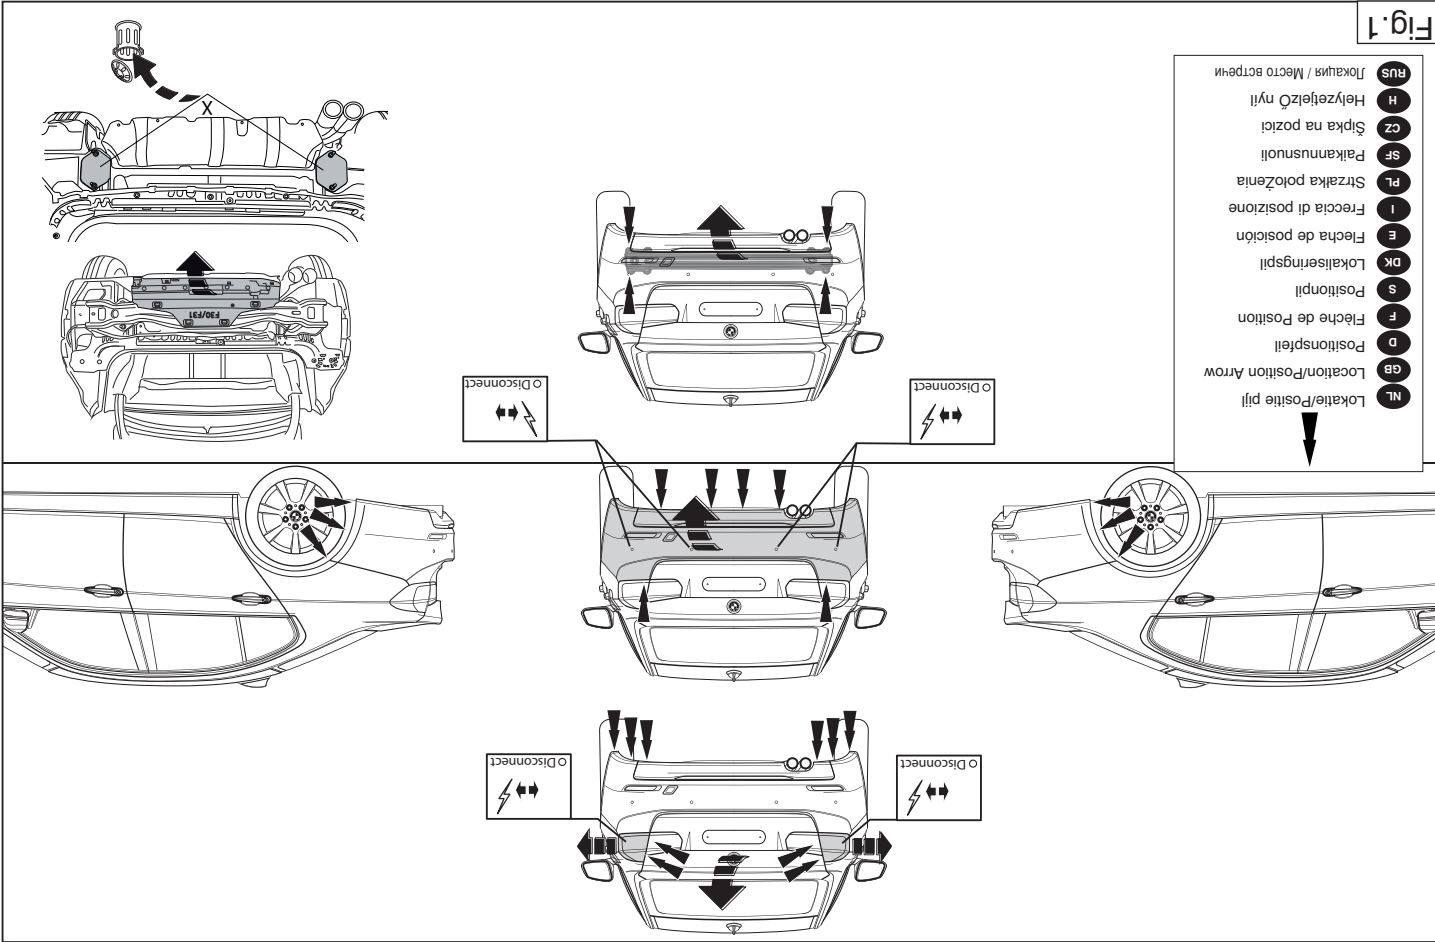

Fig. 1
3. Remove the plastic cap from the metal bumper. The buffer beam will no longer be needed. Remove any stickers that may be present at the points X of attachment. See figure 1.
2. Die Stoßstange einschließlich des stählernen Stoßbalkens vom Fahrzeug abmontieren. Entfernen Sie die Kunststoffkappe von der Metallstoßstange. Der Stoßbalken wird nicht mehr benötigt. Gegebenenfalls die Aufkleber bei den Befestigungspunkten X entfernen. Siehe Abbildung 1.
2. Déposer le pare-chocs du véhicule y compris la traverse en acier. Retirer le capuchon en plastique du tampon en métal. La traverse ne sera plus utilisée. Le cas échéant les autocollants placés sur les points X de fixation. Voir la figure 1.
2. Demonter kofangeren, inklusive køretøjets stålstødbjælke. Demonter kunststofhætten på stødbjælken af metal. Denne bliver overflødig. Fjern evt. mærkaterne ved montagepunkterne X. Se fig. 1.